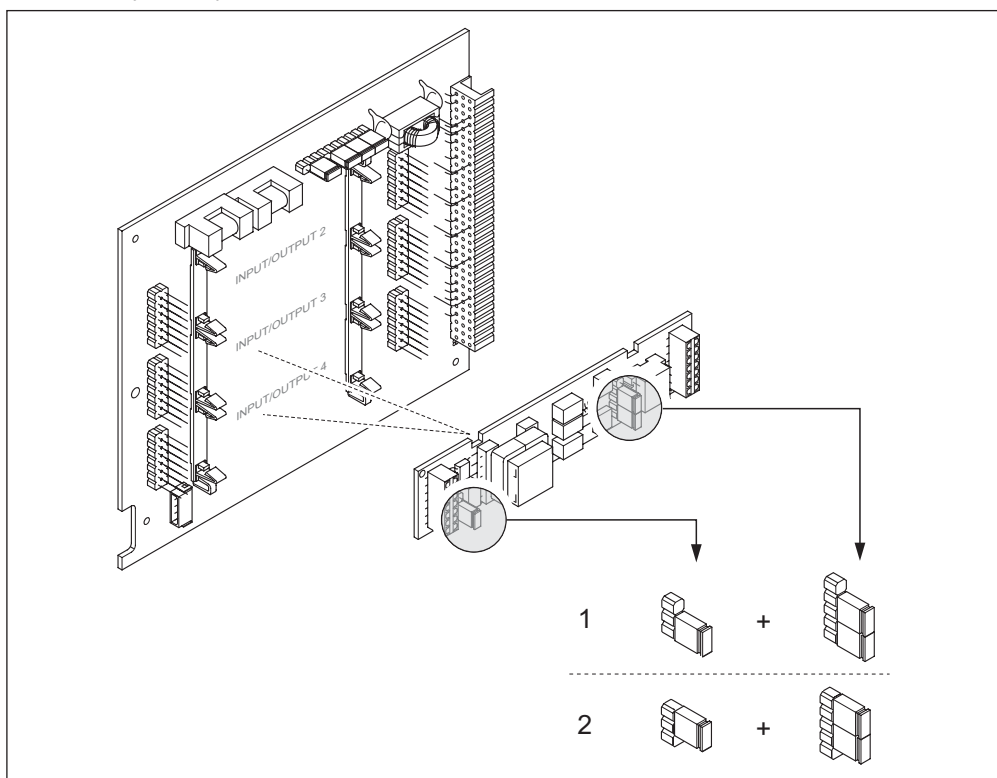

Рис. 40. Настройка токового выхода с помощью перемычек (плата ввода/вывода)
3. Установите перемычки → рис. 40.